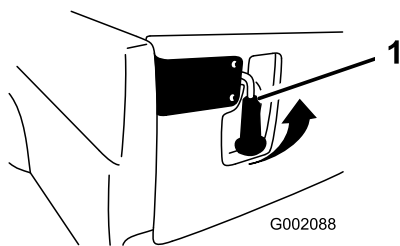

Figure 26
1. Pour déverrouiller le hayon, relevez les poignées de verrouillage (Figure 26). Elles s'écartent alors vers le centre du hayon. Abaissez lentement le hayon.